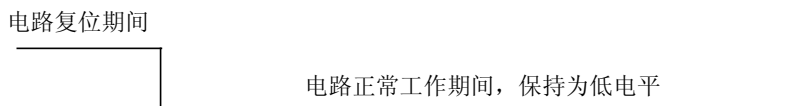

图 4-1 高电平复位
- 高电平复位：开始时用高电平让电路复位，复位完成后跳转为低电平并保持为低电平，如图 4-1 所示。